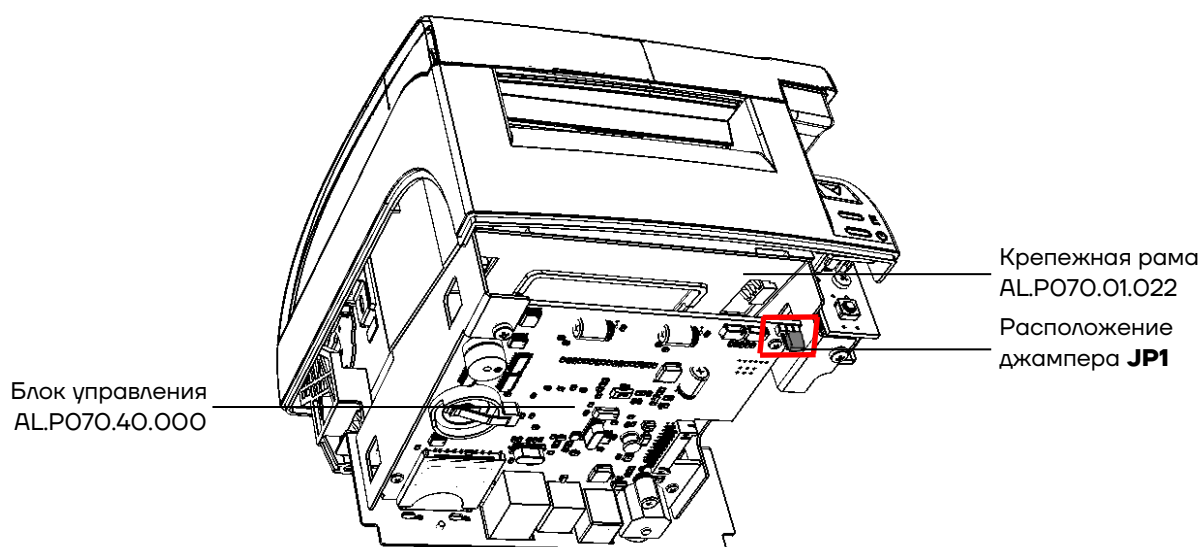

Рисунок 28. Расположение блока управления в корпусе изделия
- 2** Демонтировать корпус ККТ, получить доступ к БУ. Блок управления зафиксирован в крепежной раме, которая в свою очередь прикреплена к нижней части корпуса изделия (рисунок 28).